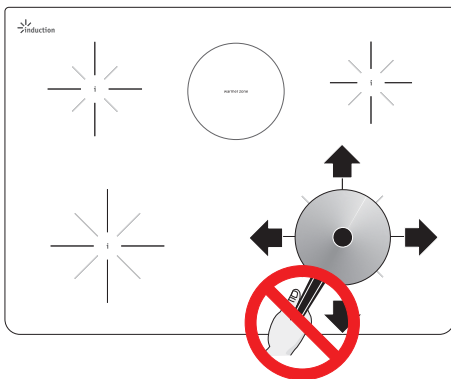

Figure 39 : Ne faites pas glisser les ustensiles
- Faire glisser d'objets sur la table de cuisson (Figure 39).